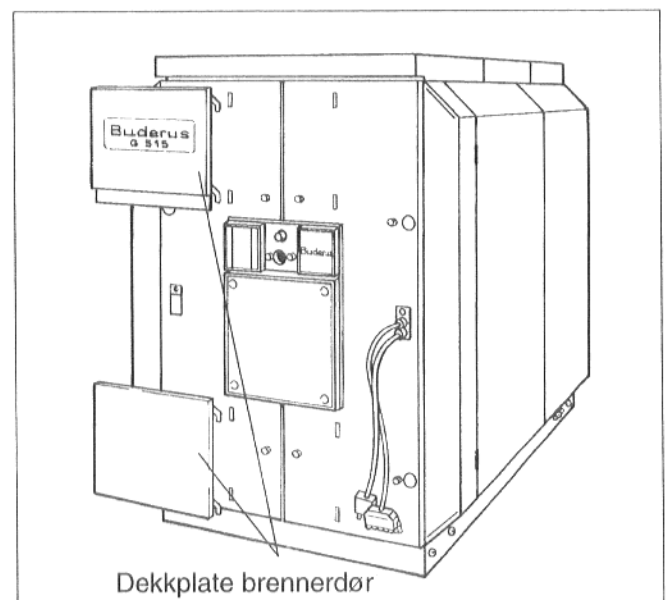

Fig. 46
- Dekkplatene henges inn på brennerdørens beklede plater (Fig. 46).